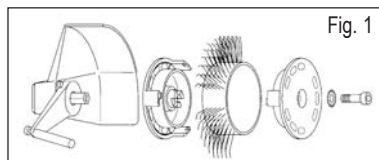
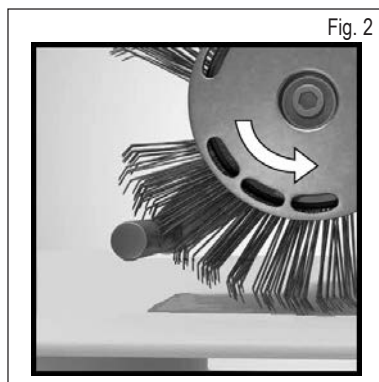

Fig. 1
Fig. 2
3. Afbryd for trykluftforsyningen, og fastgør så Bristle Blaster® bånd 23 mm resp. 11 mm korrekt til værktøjet med holdesystemet (bemærk omløbsretning) og den dertil indrettede stjernefjerskive og skrue. Se fig. 1 og fig. 2
- Anvendes et Bristle Blaster® Bånd i den forkerte omløbsretning? – Ret børstebåndet ind således, at det forløber i den foreskrevne retning (se kapitel 7, Ibrugtagning, fig. 2).